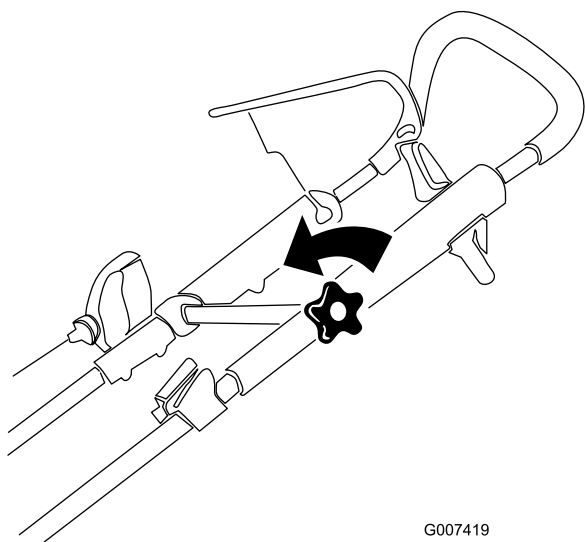

Figura 18
1. Allentate la manopola della sezione superiore della stegola (Figura 18).